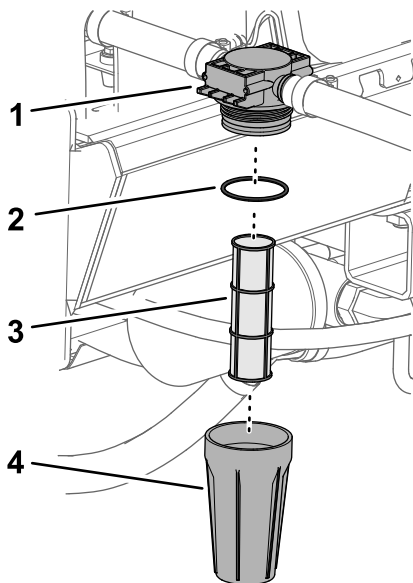

図 41
1. フィルタを左に回して、フィルタヘッドからボウルを外す 図 41。
2. フィルタのエレメントが破損していないか、汚れすぎていないか点検する 図 41。
- A. フィルタヘッドからエレメントを外す 図 41。
- C. フィルタヘッドにエレメントを入れる 図 41。
3. Oリングが破損していないか点検する 図 41。
4. フィルタヘッドにボウルを右回しに取り付けて手締めする 図 41。